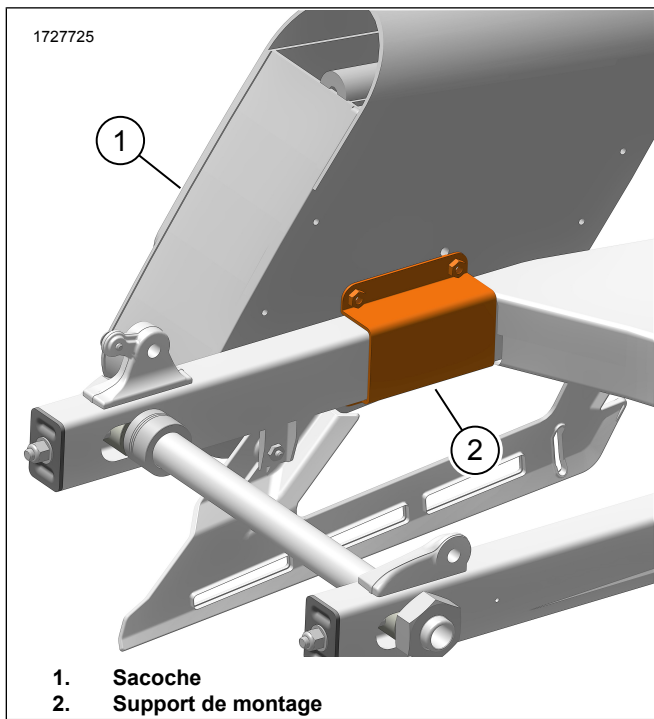

Figure 3. Montage de la sacoche
1. Voir la Figure 3. Positionnez le support de montage (2) sur le bras oscillant.